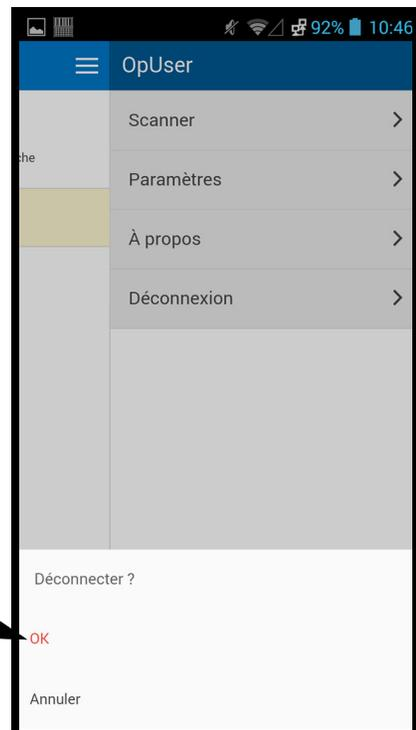

Figure 5-112. Boîte de dialogue de déconnexion de Cepheid Link
11. Sur le menu du lecteur, touchez **Déconnexion**. La boîte de dialogue de déconnexion s'affiche au bas de l'écran. Voir la Figure 5-112.
12. Dans la boîte de dialogue de déconnexion, touchez OK pour fermer la connexion du lecteur (voir la Figure 5-112). L'écran de connexion du lecteur s'affiche. Voir la Figure 5-101.